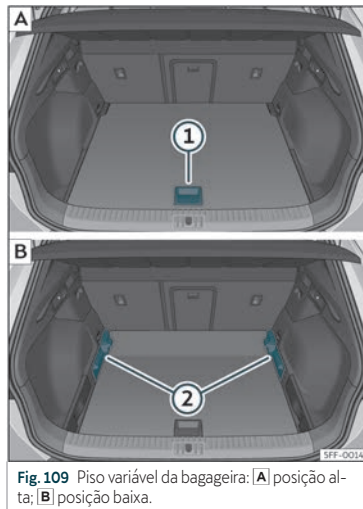

Fig. 109 Piso variável da bagageira: **A**) posição alta; **B**) posição baixa.
- Para passar da posição baixa para a alta, levante o piso pela pega»» **Fig. 109** ①, puxe-o para trás até que a parte dianteira do piso baixe totalmente os suportes»» **Fig. 109** ②.
- Desloque o piso sobre estes para a frente até que chegue ao limite no encosto dos bancos traseiros e, de seguida, baixe o piso com a peça ①.
- Para passar da posição alta para a baixa, levante o piso pela pega»» **Fig. 109** ①, puxe-o para trás até que a parte dianteira do piso baixe totalmente os suportes»» **Fig. 109** ②.
- Deixe cair a parte anterior contra o piso e empurre o piso para a frente até que atinja o limite no encosto dos bancos traseiros, baixando ao mesmo tempo o piso com a pega ①.
- Com o piso variável na posição alta, levante pela pega»» Fig. 109 ①, puxe-o e empurre para o encosto dos bancos traseiros até que o piso dobre pela linha da dobradiça e a parte móvel do piso assente sobre o mesmo.